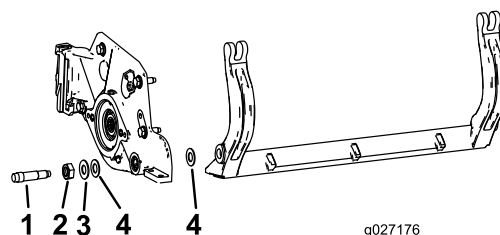

Figure 25
Mettez de côté 2 rondelles en nylon et 1 rondelle en acier à chaque extrémité de la barre d'appui (**Figure 25**).
3. Placez une rondelle en nylon de chaque côté du bossage de la plaque latérale. Placez une rondelle en acier à l'extérieur de chaque rondelle en nylon (Figure 25).